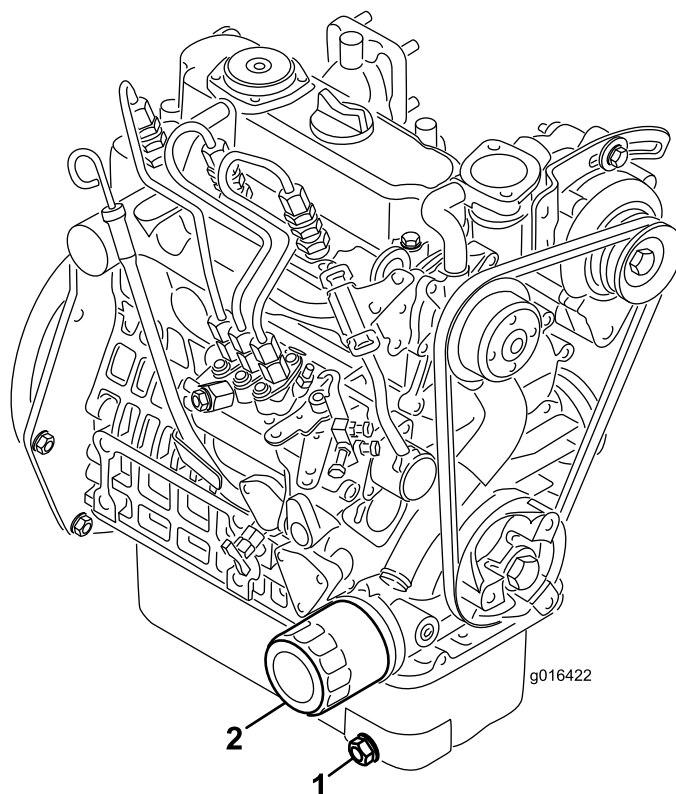

Figura 36
1. Retire o tampo de escoamento (Figura 36) e deixe o óleo escorrer para um recipiente